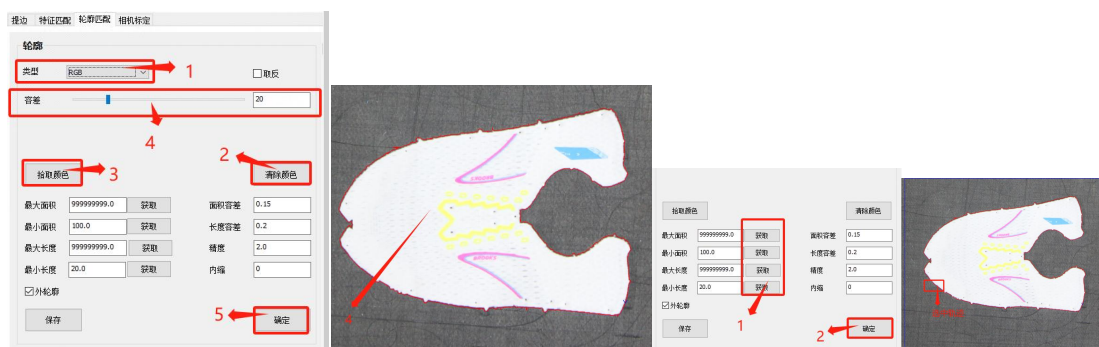

图 7-4 提取匹配轮廓步骤 2
2) 选中一个比较好的轨迹点击获取最大面积最小面积最大长度最小长度(图 7-4)。